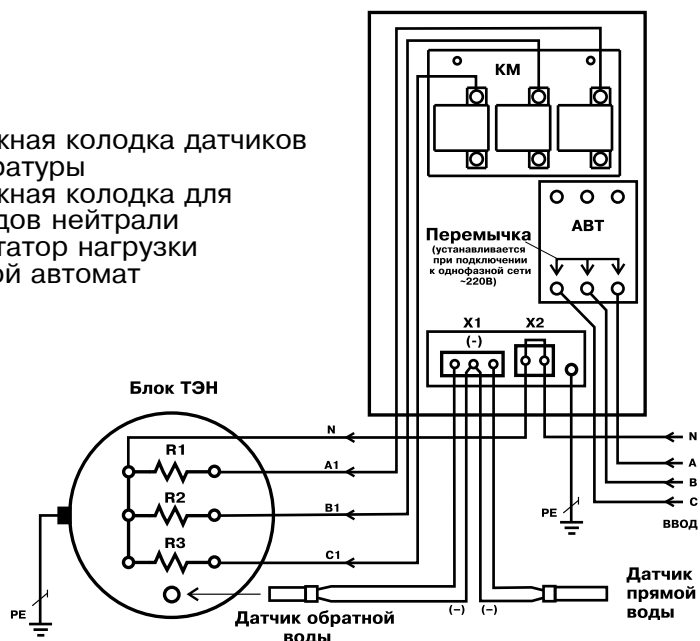

Рис.3 Схема подключения панели управления
6.10. Подключить панель к питающей сети кабелем соответствующего сечения исходя из номинальной мощности ТЭНБ согласно схеме подключений Рис.3. Если используется одножильный медный провод, то необходимо тщательно зачистить присоединяемые концы. При использовании многожильного кабеля его концы необходимо тщательно зачистить и обжать наконечниками. Во избежание искрения, места присоединения проводов необходимо тщательно затягивать. Ввод кабелей и проводов осуществляется с учетом сохранения степени защиты панели. При подключении панели к однофазной сети переменного тока необходимо соединить вместе клеммы А, В, С вводного автомата и подключить их к фазному проводу питающей сети. Нулевой провод питающей сети подключается согласно схеме Рис.3.
6.11. Подключить датчик прямой и обратной воды к монтажной колодке X1 в соответствии со схемой Рис.3, обращая особое внимание на полярность датчиков. Провода помеченные знаком (-) подключаются на среднюю клемму колодки X1.
6.12. Подключить силовую кабель от ТЭНБ согласно схеме подключений Рис.3.
6.13. Выполнить заземление (защитное зануление) корпуса панели и ТЭНБ в соответствии со схемой подключений Рис.3.